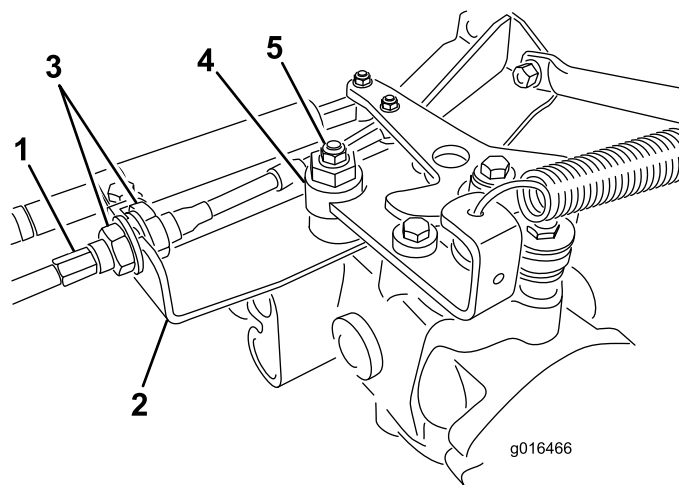

図 41
- A. 走行ケーブルを油圧トランスミッションのバルクヘッドに取り付けているジャムナット 図 41 を両方ともゆるめる。調整ができるよう、ジャムナットは十分に、また均等にゆるめること。
注 偏芯ナットをトランスミッション上部に止めているナット 図 41 をゆるめる。
- E. 調整ができれば固定ナットを締める 図 41。
- G. バルクヘッドのそれぞれの側から、ロックナットを均等に締め付けて、ケーブルを固定する 図 41。ケーブルをねじらないように注意すること。